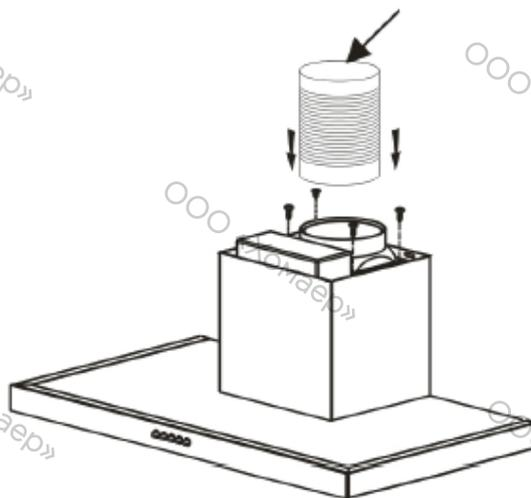

рис. 5
- Присоедините к выпускному каналу мотора раздвижную соединительную трубу для отвода воздуха (в комплект не входит) таким образом, чтобы она не мешала движению невозвратного клапана (рис. 5).
- Присоедините трубу к выходному отверстию на улицу (рис. 5).
- Подсоедините к дефлектору раздвижную трубу (рис. 5).